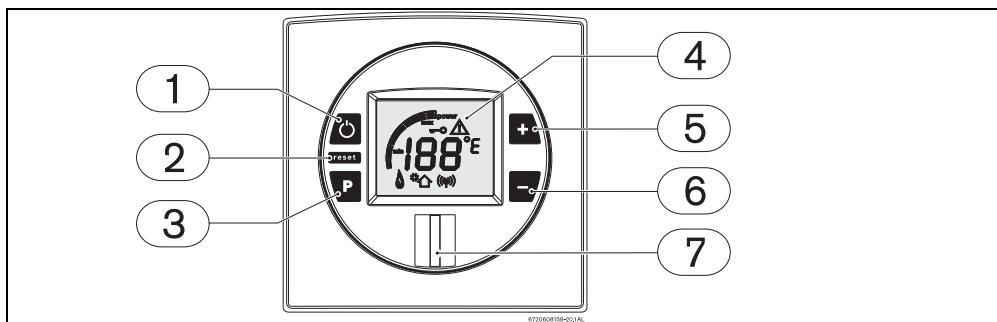

Рис. 4
Выключите прибор (Рис. 4 , поз. 1).
- ▶ Нажмите и удерживайте кнопку программирования (Рис. 4 , поз. 3), нажмите кнопку «Вкл./выкл.» (Рис. 4 , поз. 1), для подключения прибора.
- ▶ Нажмите кнопку «Вкл./выкл.» (Рис. 4 , поз. 1), для отключения прибора.